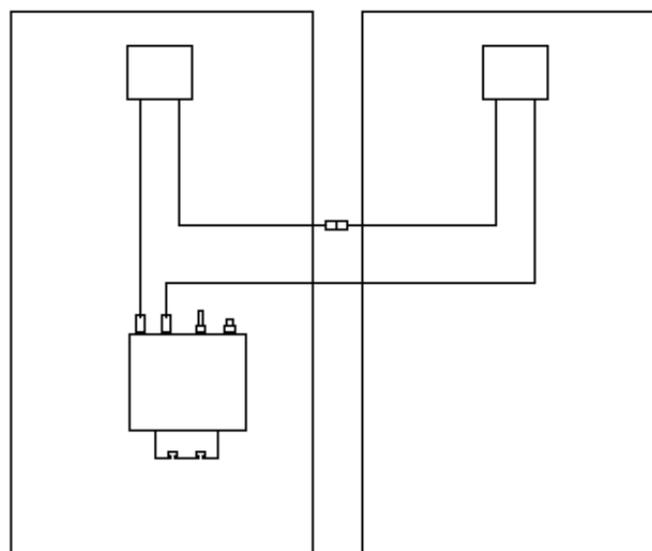

Figura 2 Collegamento del cavo positivo e negativo derivanti dai due moduli fotovoltaici al microinverter.
3. Collegate ora, direttamente o mediante prolunga (non fornita), con appositi connettori MC4 i restanti cavi al microinverter. Connetterli all'ingresso "DC Input". Vedi schema e "Figura 2".